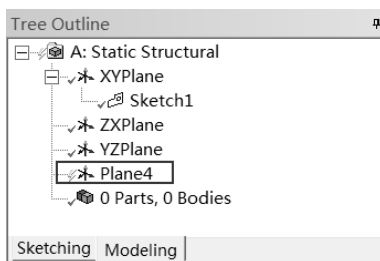

图 5-49 创建新平面
Step14：单击 Modeling 按钮，并单击工具栏上的 按钮，创建一个新平面，此时，会在 Tree Outline 的 A:Static Structural 下面新增一个 Plane4，如图 5-49 所示。